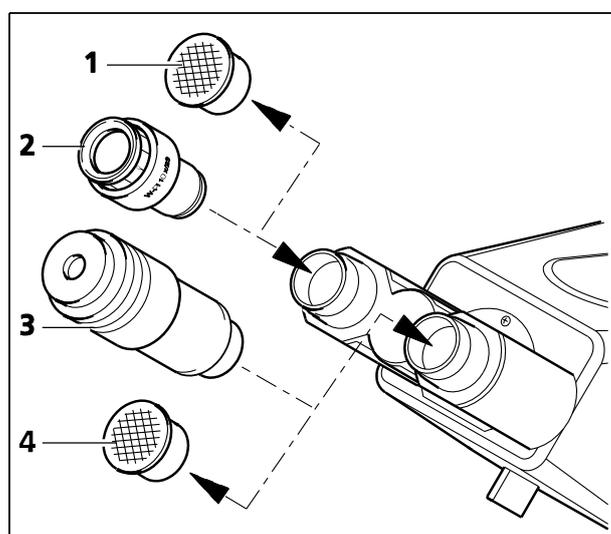

Fig. 15 Insertion des oculaires
- Retirer les deux capuchons anti-poussière (Fig. 15/1 et 4) du tube binoculaire.
- Retirer les deux oculaires (Fig. 15/2) de leur logement et les insérer dans le tube binoculaire jusqu'en butée.
- Il est possible d'insérer le microscope auxiliaire (Fig. 15/3) utilisé pour visualiser les butées d'ouverture et de phase, ainsi que pour centrer les butées de phase, dans l'un des tubes à la place de l'un des oculaires. L'oculaire réglable peut être utilisé pour effectuer la mise au point sur ces butées.